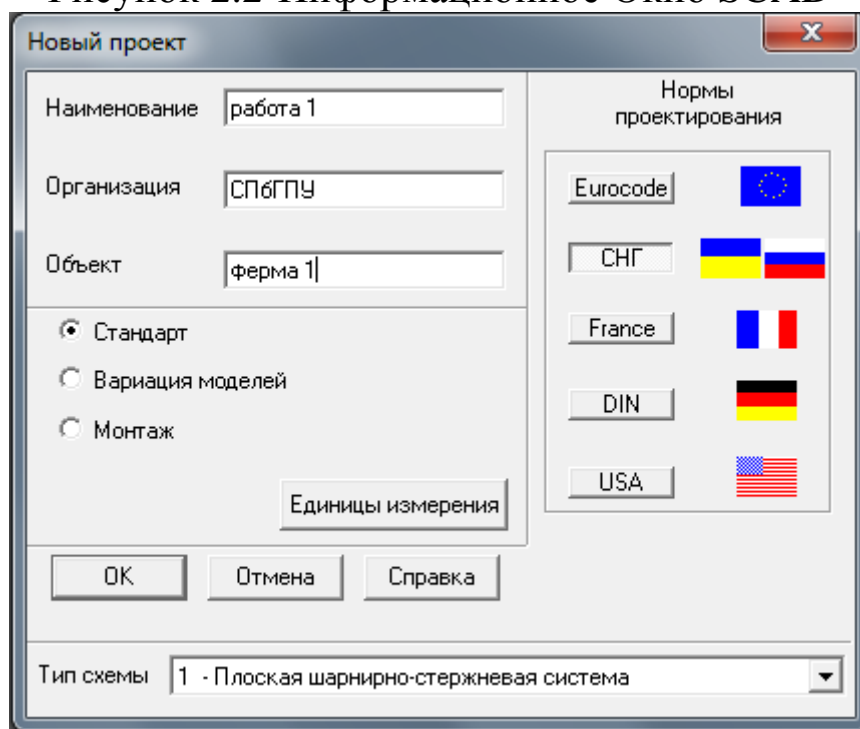

Рисунок 2.3- Диалоговое окно SCAD для создания нового проекта
2. Для создания нового проекта следует курсор установить на одноименной кнопке «Создать новый проект» инструментальной панели и нажать левую кнопку мыши. На экране появится диалоговое окно *Новый проект* (рис.2.3).